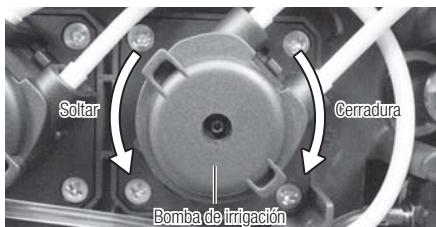

Fig.34
- 5) Gire la bomba de irrigación en sentido antihorario hasta que haga clic y tire de ella. (Fig. 34)